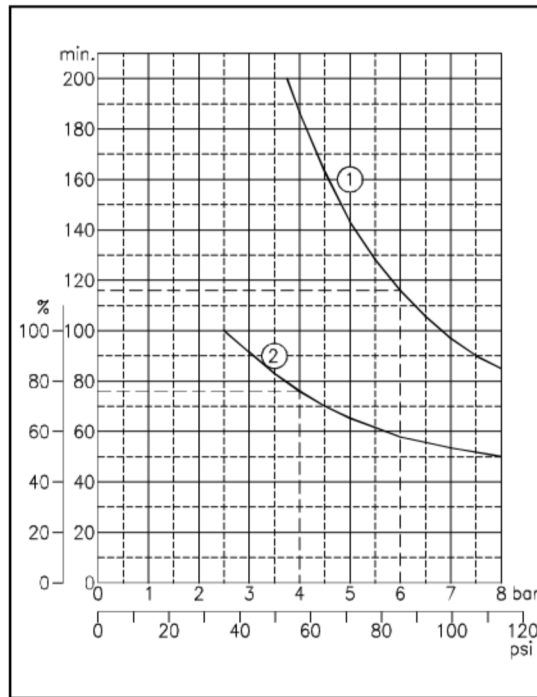

Fig.5
- La curva 1 (fig.5) indica i tempi di funzionamento continuo, alle varie pressioni, prima che il relé termico del motore arresti il compressore (Temperatura del motore 115° C. circa). Questi tempi sono calcolati partendo da una temperatura di 20° C al momento dell'avviamento. Esempio: 6 bar = 116 minuti.
- Curve n°1 (fig.5) indicates the length of continuous running at varying pressures, until the overload protector switches off the motor (at approx. 115°C oil temperature-measured from 20°C start point). Example: 6 bar = 116 minutes.